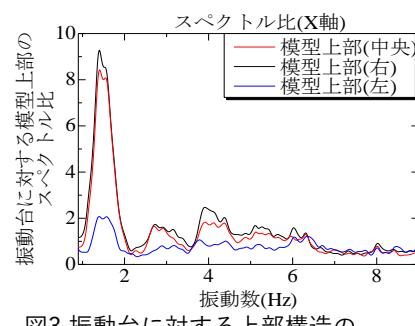

図3 振動台に対する上部構造のスペクトル比
- 本実験では、Z軸方向での変位時刻歴波形及び加速度時刻歴波形では振動台と模型上部の波形にあまり差がない（図2）。ことから、本模型ではZ軸方向への変位及び加速度は共に十分には抑えられていないが、X軸方向では振動数1.5 Hz付近で変位及び加速度は共に抑えられている（図3）。